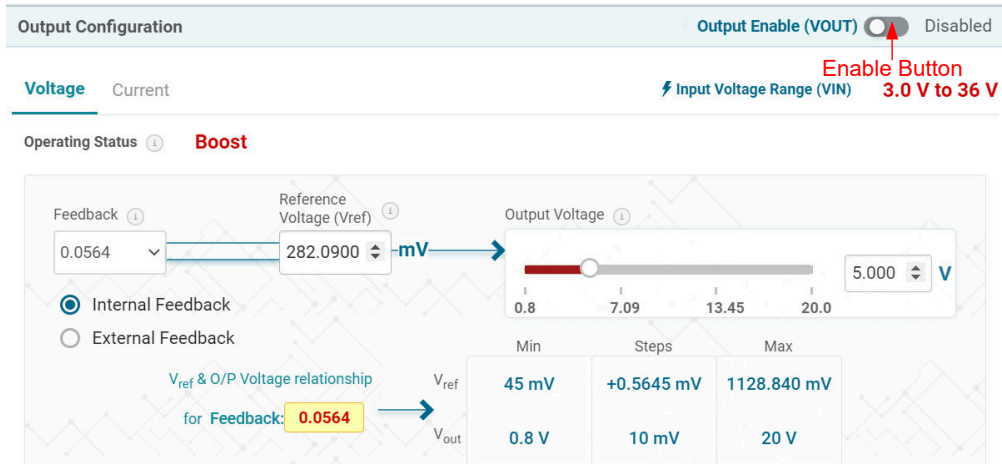

图 3-5. ENABLE 按钮
5. 点击 **Enable** 按钮 (图 3-5)。默认输出电压为 5V。